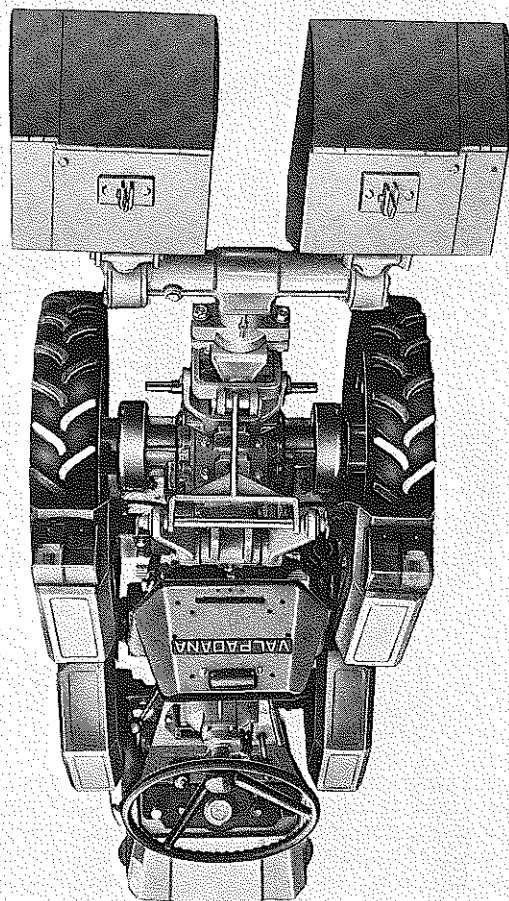

Fig. 35
- 2 - Fresa per interfile - fig. 35
- 2 - Inter-row rotary cultivator - Fig. 35
- 2 - Fraise pour travail entre les rangs - fig. 35
- 2 - Zwischenreihenfräse - Abb. 35